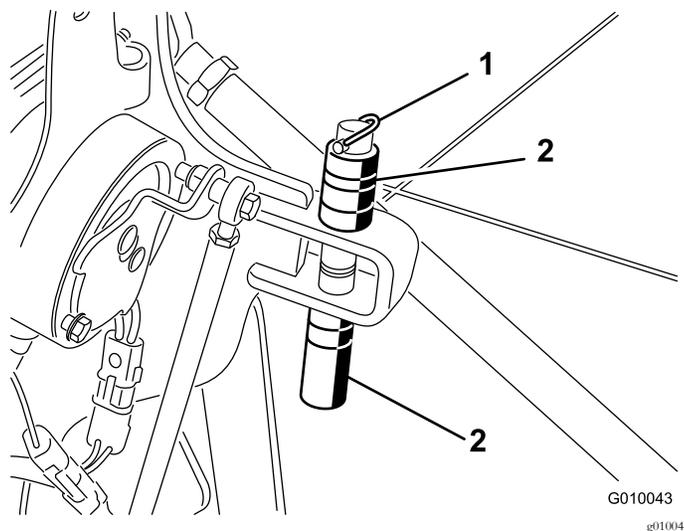

図 28
- スペーサと深さピンを止めているリンチピンを外す 図 28。